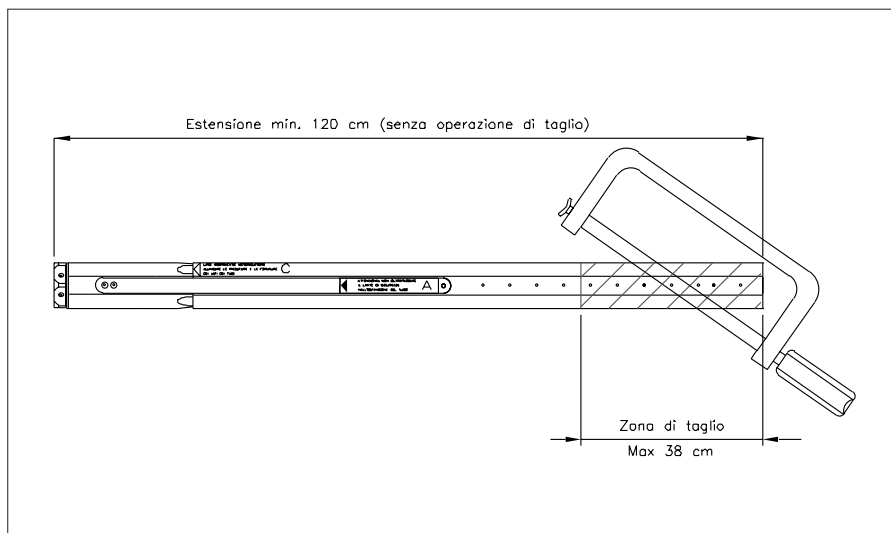

Fig. 4.1
- Misurare la distanza tra la testa del motore e l’estremità del tubo mobile (vedi fig. 4.1) e di conseguenza tagliare il tubo “C”, con una sega per ferro, sino ad ottenere la misura “L” desiderata.